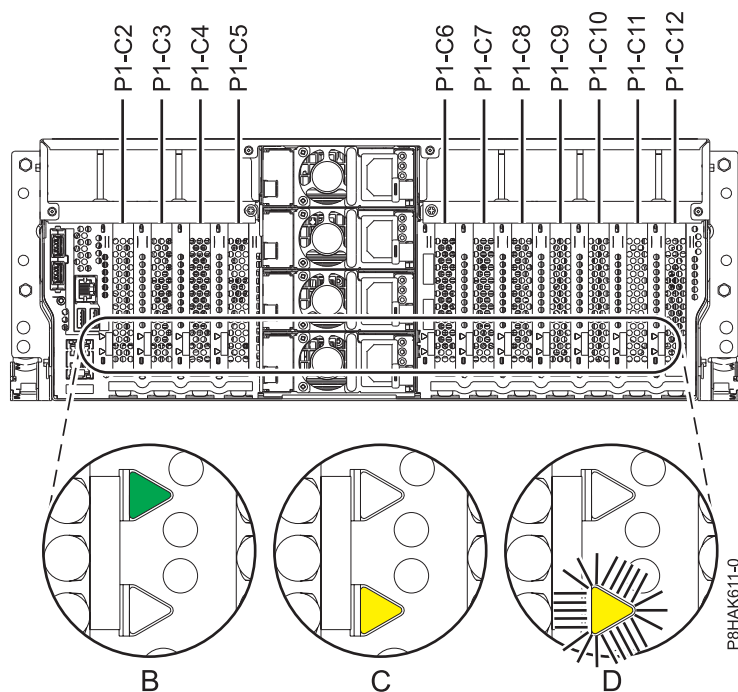
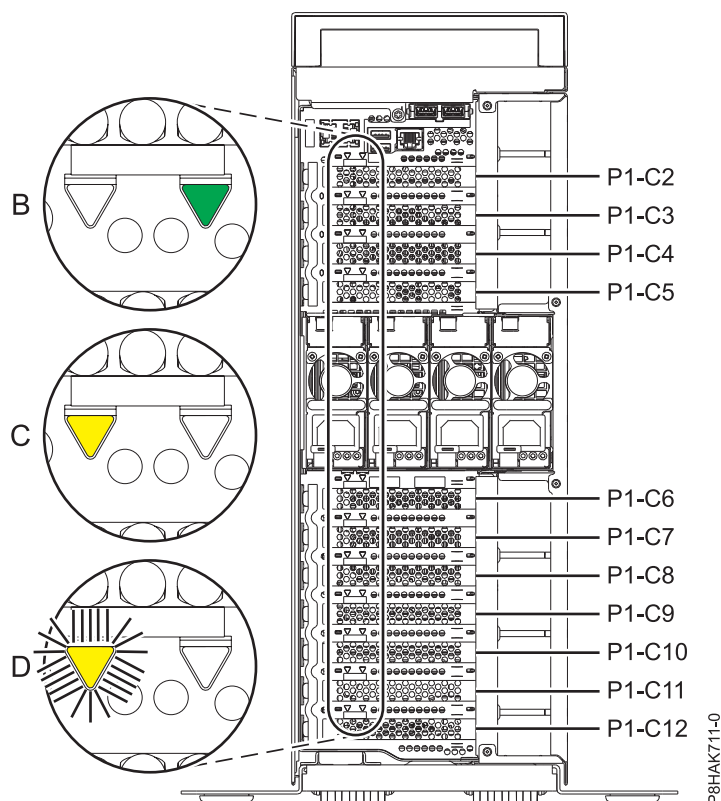

Figura 58. Localizações de ranhuras de adaptadores PCIe e localizações dos LEDs num sistema montado em bastidor
Figura 59. Localizações de ranhuras de adaptadores PCIe e localizações de LEDs num sistema 8286-41A autónomo
Se estiver a prestar assistência a um adaptador PCIe avariado, procure o LED amarelo intermitente do adaptador PCIe avariado que definiu para intermitente no passo para identificar o componente avariado. Consulte Figura 58 e Figura 59 na página 67 que demonstra o estado dos LEDs. Tenha em conta que o LED âmbar para o adaptador PCIe avariado está **Intermitente**, como é demonstrado em (D) na Figura 58 e na Figura 59 na página 67.
Aviso: Se o adaptador PCIe estiver a funcionar correctamente o LED de Actividade está **LIGADO** (verde) e o LED âmbar de Erro está **DESLIGADO**, como é demonstrado em (B) na Figura 58 e na Figura 59 na página 67. Não tente remover o adaptador PCIe em funcionamento.